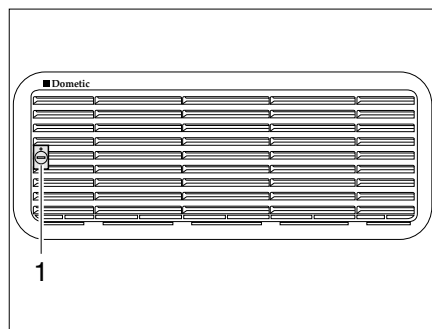
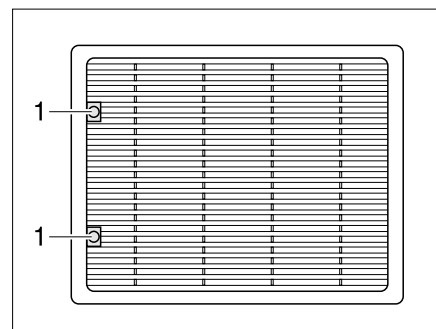

Fig. 328 Griglia di aerazione del frigorifero (Dometic piccolo)
Fig. 329 Griglia di aerazione del frigorifero (Dometic grande)
- Con l'ausilio di una moneta ruotare la vite (Fig. 328,1 o Fig. 329,1) di un quarto di giro.